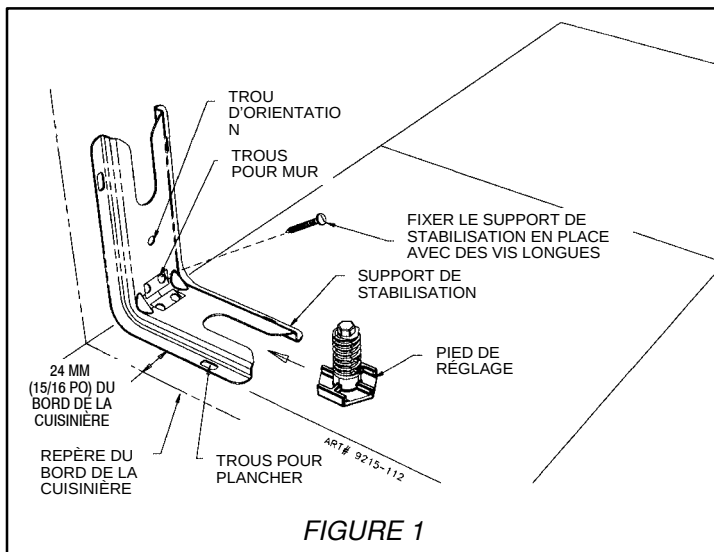

FIGURE 1
ÉTAPE 1 - Emplacement du support (voir figure 1)
- Placer le SUPPORT à 24 mm (15/16 po) de la marque « BORD » en allant vers le centre de l'ouverture et contre le mur arrière tel qu'indiqué à la figure 1, le trou d'orientation étant contre le mur.
- Utiliser le support comme gabarit et marquer l'emplacement de tous les trous pour le type de matériau sur lequel le support doit être fixé, tel qu'indiqué à la figure 1.
- Plancher : Déterminer le centre des deux trous identifiés par « TROUS POUR PLANCHER » à la figure 1. Percer un trou de positionnement de 3 mm (1/8 po) au centre de chaque trou (un clou ou un poinçon peut également être utilisé si une perceuse n'est pas disponible). Fixer le support de STABILISATION au plancher à l'aide des deux vis fournies. Passer à l'ÉTAPE 3.
- Mur : Déterminer le centre des deux trous identifiés par « TROUS POUR MUR » à la figure 1. Percer un trou de positionnement en biais de 3 mm (1/8 po) au centre de chaque trou (un clou
- On trouve des vis convenant au ciment ou au béton dans les quincailleries. Percer les trous de positionnement de la grandeur correspondante à celle des vis obtenues en quincaillerie au centre des trous identifiés « TROUS POUR PLANCHER » à la figure 1. Fixer le support de STABILISATION au plancher. Passer à l'ÉTAPE 3.